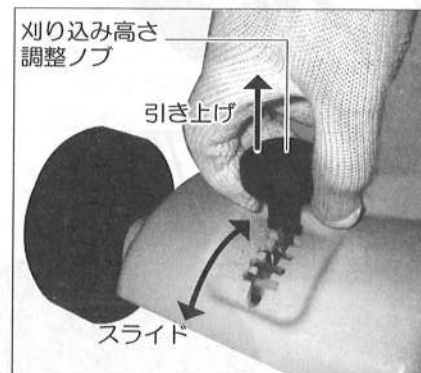

図7
- ①刈り込み高さは、10、15、20、25mmの4段式です。
- ②刈り込み高さ調整ノブを引き上げてスライドさせてください。(図7参照)